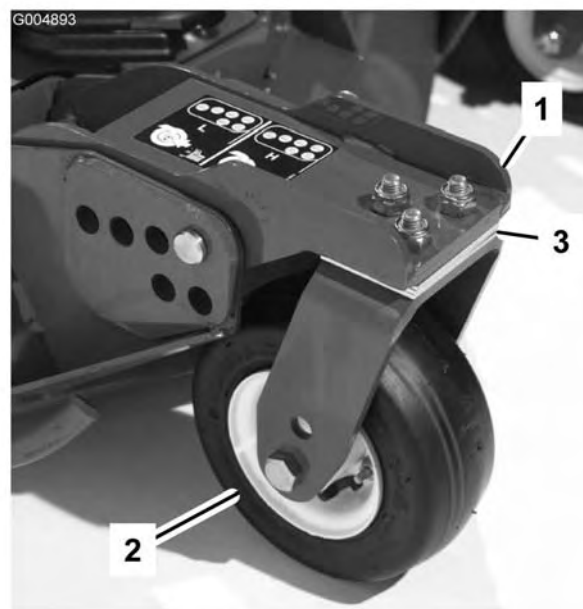

Figura 83
1. Retire los tornillos de caperuza y las tuercas que fijan el brazo de las ruedas giratorias a la horquilla de la rueda (Figura 83).